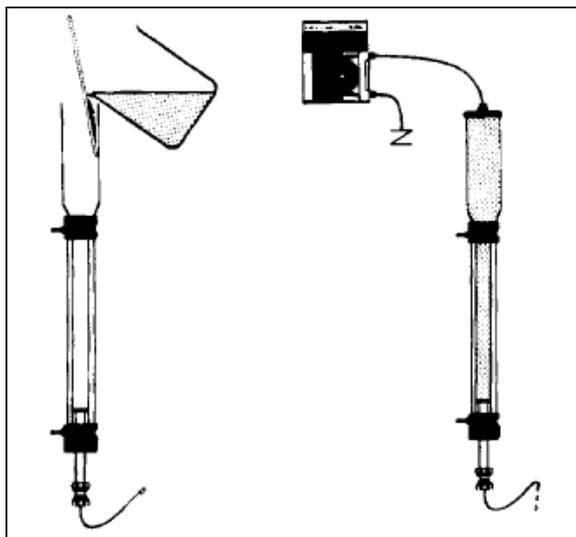

Рис. 1. Набивка колонки для GFM.
9. Суспендируйте гель и сразу же перелейте суспензию в колонку одним движением, не прерываясь. Переливание суспензии по стеклянной палочке помогает избежать образования пузырьков воздуха (Рис.1). Постарайтесь, чтобы суспензия геля стекала по стенке колонки.